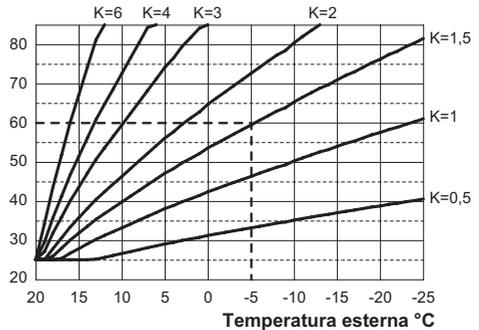

Figura 5.38
Se alla caldaia **È COLLEGATO** il comando remoto (opzionale) riferirsi alla Figura 5.38.
Quando si installa la sonda esterna bisogna impostare questo parametro in base al rendimento dell'impianto di riscaldamento per ottimizzare la temperatura di mandata (Figura 5.38).
Es. Per avere una temperatura di mandata all'impianto di riscaldamento di 60°C con una esterna di -5°C si deve settare un K di 1,5 (linea tratteggiata in Figura 5.38).
- Utilizzando i tasti 13 o 15 è possibile modificare il valore del parametro 14 da un minimo di **00** ad un massimo di **60** in base alla curva scelta del coefficiente K in Figura 5.38 (il valore letto sul display, in Figura 5.44, corrisponde a **K = 1,5**).